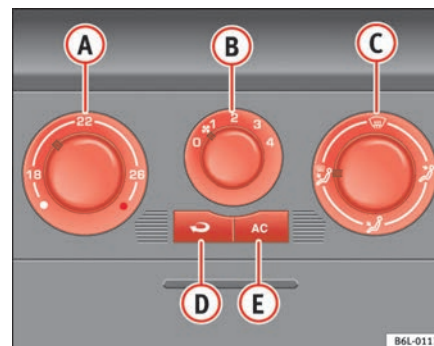

Fig. 94 Mandos del Aire Acondicionado en el tablero de instrumentos
- Con los reguladores $\Rightarrow$ fig. 94  y  y con el mando  se regula la temperatura, la velocidad del ventilador y la distribución del aire.